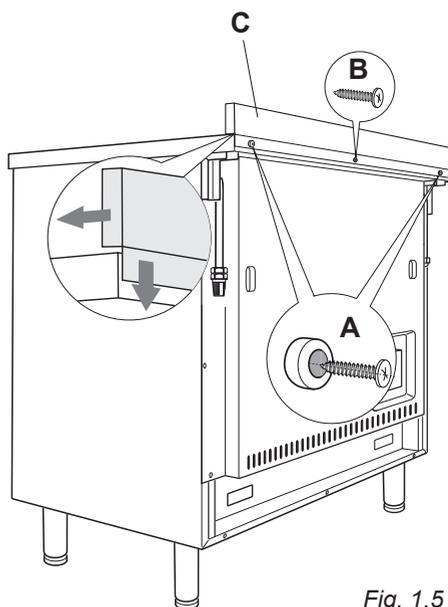

Fig. 1.5
- Enlever les entretoises "A" (fig. 1.5) en dévissant la vis de fixation.
- Appliquer le dossier comme illustré dans la figure et le fixer avec la vis centrale "B" et les deux vis latérales en interposant les entretoises "A" (fig. 1.5).